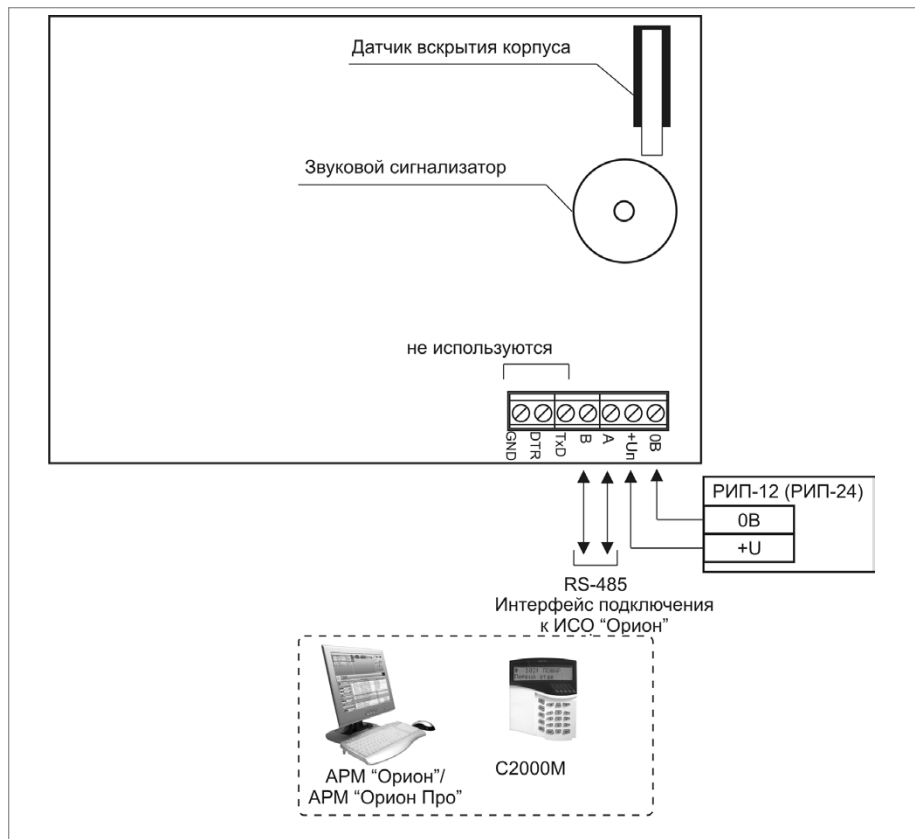

Рисунок 4. Схема внешних соединений клавиатуры «С2000-К»
3. Подключение соединительных линий выполняйте в соответствии с проектной документацией и схемой на Рисунок 4.